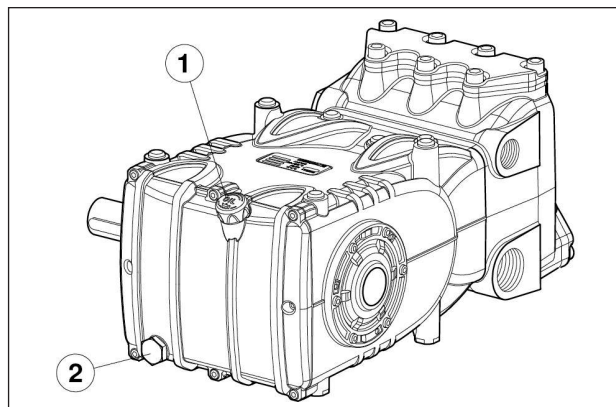

Abb. 3
Ölmesstab Pos. ①, Abb. 3 nach.
Die Ölstandskontrolle hat mit der Pumpe auf Umgebungstemperatur zu erfolgen, für den Ölwechsel soll die Pumpe dagegen auf Betriebstemperatur sein. Entfernen Sie dazu den Ölmesstab, Pos. ①, und anschließend den Verschluss, Pos. ②, Abb. 3.